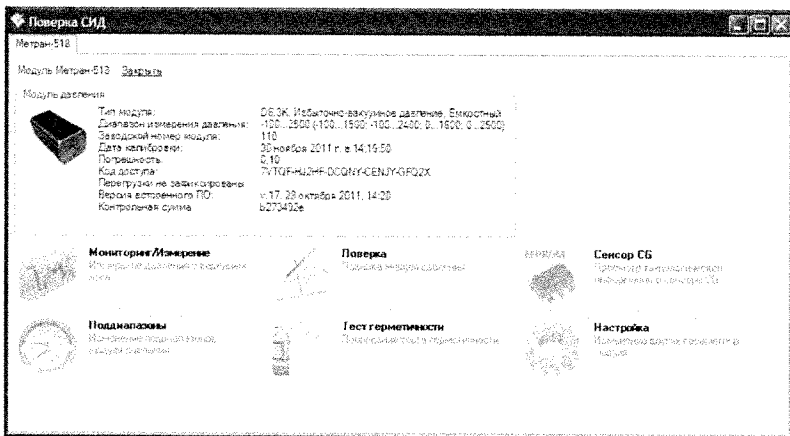

Рисунок 4 – Режим работы с эталонным модулем давления Метран-518
- в окне подключения модуля давления выбрать кнопку «Подключить» и перейти в режим работы с модулем давления Метран-518 (см. рисунок 4);